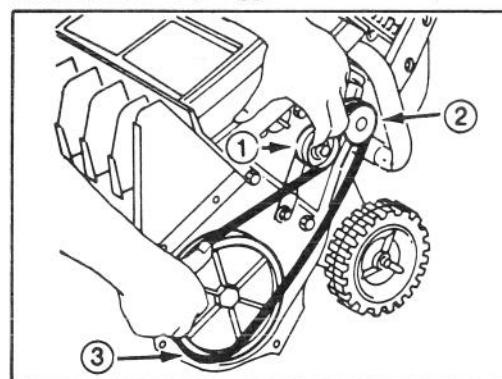

Fig. 10
4. MONTAGGIO DELLA CINGHIA (Fig. 10) – Avvolgete la cinghia attorno alla puleggia del motore, sotto la puleggia folle e fatela passare